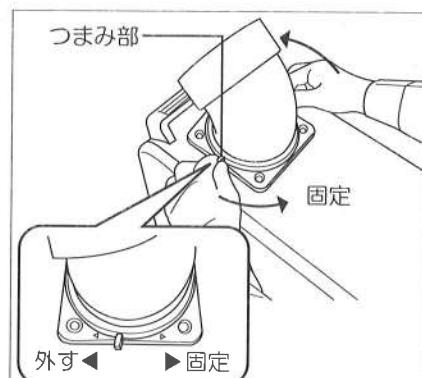

図2
②ダクト継手の両側のつまみ部を持ち、固定矢印側に回してください。(図2参照)